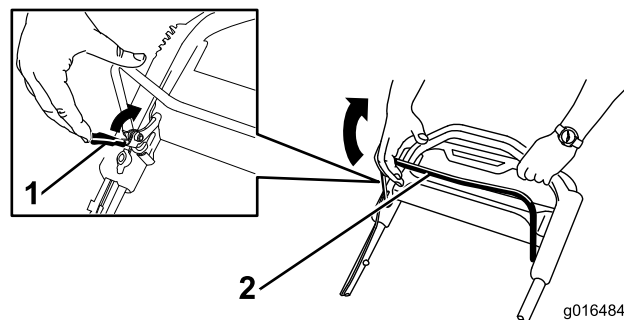

Figure 10
2. Serrez **lentement** la barre de commande des lames contre le guidon (Figure 10).
1. Ramenez le dispositif de verrouillage de la barre de commande des lames vers la barre de commande des lames (Figure 10).